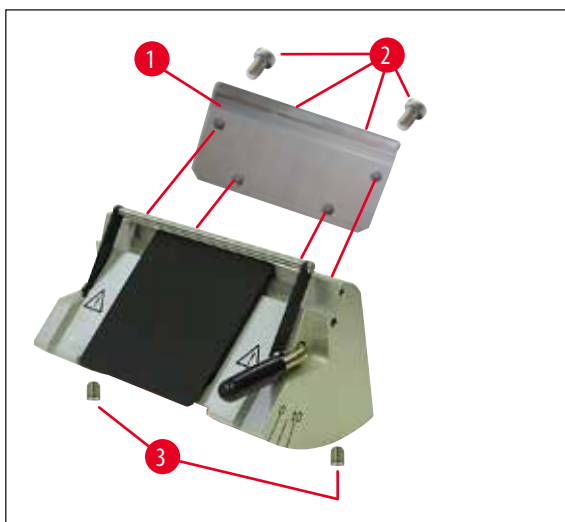
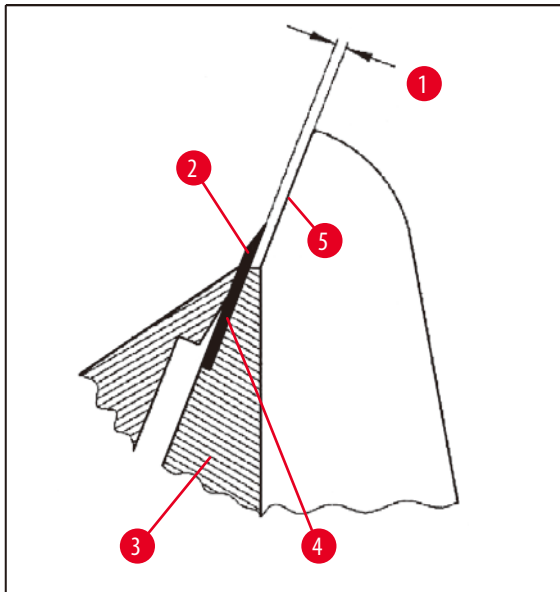

Рис. 34
Рис. 35
- При установке следите, чтобы верхняя кромка прижимной пластины (→ Рис. 40-4) была параллельна верхней кромке задней прижимной пластины (→ Рис. 40-2) и находилась с ней на одной высоте (см. (→ с. 44 – Рис. 34), (→ с. 45 – Рис. 35)). При необходимости отрегулируйте прижимные пластины (→ с. 48 – 5.9.10 Обзор принадлежностей)